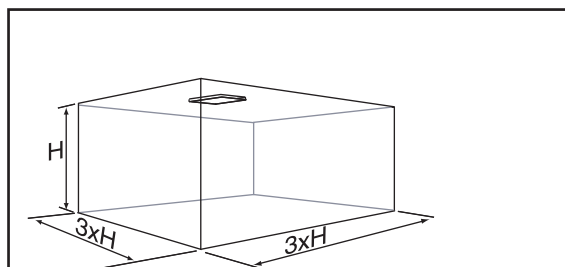

Рис. 18. Небольшое помещение, вентилируемое одним потолочным диффузором
Большое помещение должно быть разделено на несколько зон. Максимальные размеры каждой зоны составляют $1,5 \times$ длину помещения (A), если только это значение не превышает $3 \times H$ (см. рис. 18).
Если один потолочный диффузор предназначен для обслуживания всего помещения, он должен быть размещен как можно ближе к центру потолка, и общая площадь не должна превышать размеров, указанных на рис. 18.